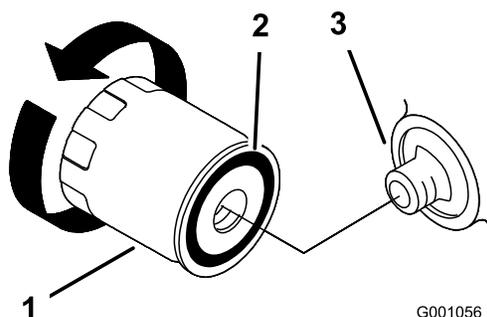

Рисунок 22
- Снимите старый фильтр и протрите поверхность прокладки переходника фильтра (Рисунок 22).
- Нанесите тонкий слой свежего масла на резиновую прокладку нового фильтра (Рисунок 22).
- Установите сменный масляный фильтр на переходник фильтра, поверните масляный фильтр по часовой стрелке, пока резиновая прокладка не войдет в контакт с переходником фильтра, после этого затяните фильтр, повернув его еще 2/3 – 1 оборот (Рисунок 22).